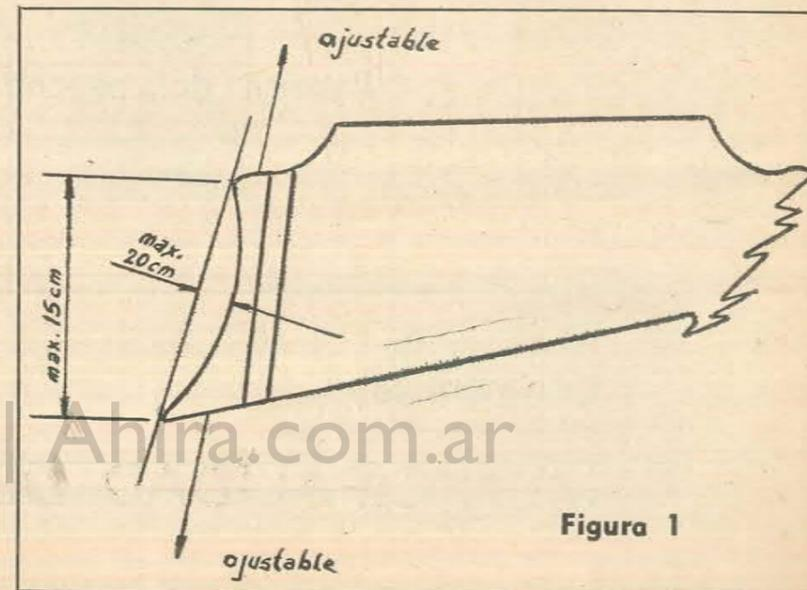

Figura 1
b) El gatillo deberá tener una resistencia mínima de 0,5 kg., medida con el rifle en posición vertical y el cañón hacia arriba. c) Se puede poner un culatín ajustable. Cualquier curvatura deberá estar por debajo de una profundidad de 2 cm. o de una distancia de 15 cm., medidos a través del arco. (Figura 1)